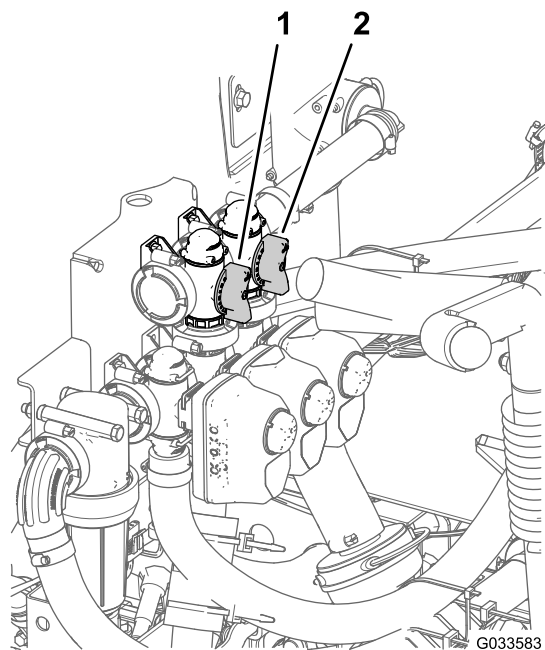

Figura 88
11. Regolate la valvola di bypass dell'agitatore (Figura 88) sul retro della valvola dell'agitatore fino a quando il valore della pressione sul misuratore corrisponde a 6,9 bar.
8. Regolate la stegola di bypass principale della sezione per controllare la quantità di agitazione nel serbatoio (Figura 88).